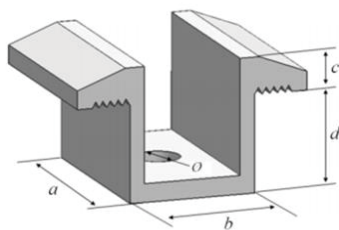
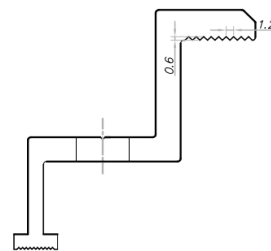

图 1 中间压块示意图
图 2 边压块横截面示意图
- ① 将光伏组件置于两条支架之上（不提供）。支架必须使用不锈钢材料或做过防腐处理（如热镀处理）。每块光伏组件至少需要 4 个压块去固定，在安装过程中，请勿让压块直接接触玻璃及让边框变形，否则会导致光伏组件破损。
- ② 务必避免因夹具形成的阴影对光伏组件造成遮挡效应。漏水孔不能被夹具遮挡。夹具必须与光伏组件边框保持至少 10mm 的重叠部分（保证光伏组件可靠安装的前提下可以变更夹具截面）。
- ③ 支架与光伏组件边框接触的上表面需有一个与 M8 螺栓匹配的凹槽。
- ④ 若支架上无凹槽，则需在上述提到的位置钻一个直径大小合适的孔，以便螺栓固定。
- ⑤ 确保每个压块的安装顺序为平垫圈、弹簧垫圈、螺母。
- ⑥ 图 1 所示为中间安装压块，图 2 所示为边缘安装压块及截面示意图。中间压块和边压块的尺寸为  $a \geq 50 \text{ mm}$ ,  $b \geq 26 \text{ mm}$ ,  $c \geq 5 \text{ mm}$ ,  $d \geq 28 \text{ mm}$ ,  $\varnothing = 9 \text{ mm}$ ，建议壁厚  $\geq 4 \text{ mm}$ ，当螺栓和螺丝为 8.8 等级时，推荐收紧扭矩为 17~23Nm。具体扭矩值请咨询安装商或支架供应商。
- ⑦ 为防止安装组件后脱框，建议选择边缘安装压块和中间安装压块与边框 A 面接触面均带有花纹槽结构的压块，花纹槽结构建议数量为 9 个左右，相邻花纹槽距离建议 1.2mm 左右，花纹槽深度建议 0.6mm 左右，如图 2 边缘压块横截面示意图所示。
- ⑧ 对于长度超过 2.2m 或者宽度超过 1.3m 的组件，推荐使用具有特殊防滑设计的压块，如有贴合边框 A 面弧形压合面，或者带有卡块结构设计等，压块需满足长度  $a \geq 60 \text{ mm}$ ，壁厚  $\geq 5 \text{ mm}$ ，材质 6005-T6， $Rp0.2 > 225 \text{ MPa}$ ， $Rm265 \text{ MPa}$ 。压块的技术要求及详细资料可咨询弘元售后服务团队。